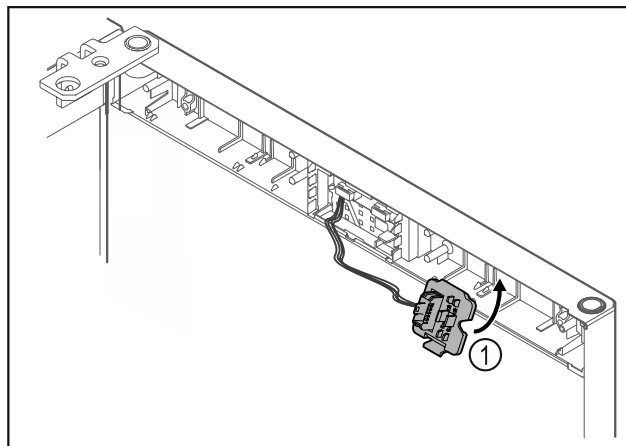

Fig. 19
- Mbërtheni mbajtësen e spinës Fig. 19 (1) në anën tjetër.